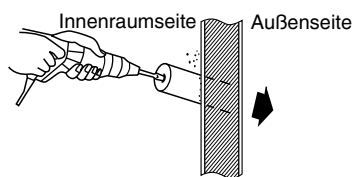

Abb. 3-48
(8) Wenn die Leitungen und Kabel zur Rückseite des Geräts verlegt werden sollen, müssen die entsprechenden Löcher in der Wand hergestellt werden. (Abb. 3-48)